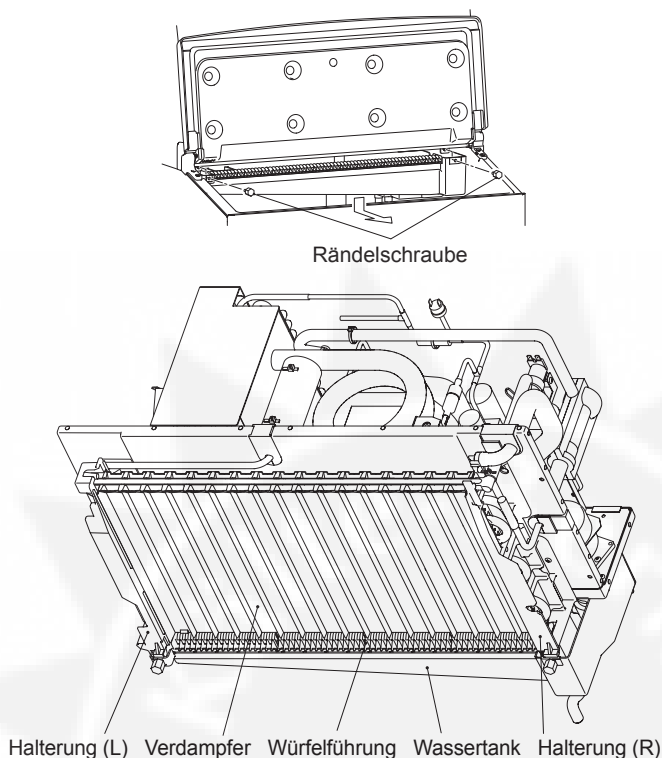

Abb. 6
- 14) Das Überlaufrohr trennen. Danach die beiden Flügelschrauben entfernen und den Wassertank zuerst leicht herausziehen, dann hinunterdrücken und abnehmen. Beim Umgang mit den Teilen darauf achten, dass keine Teile abbrechen. Siehe Abb. 6.